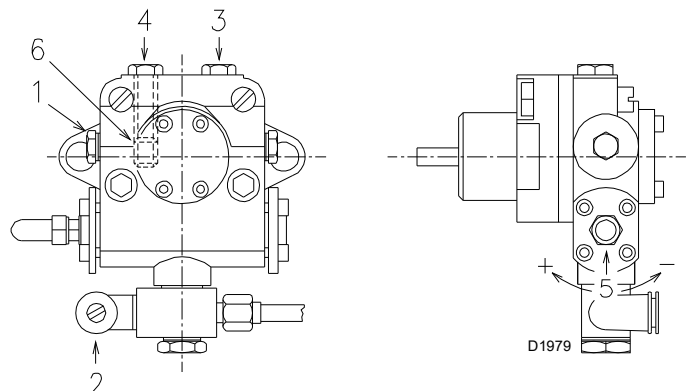

Fig. 31
Pour que la pompe puisse s'auto-amorcer, il est indispensable de desserrer la vis 3)(Fig. 31) de la pompe pour vider l'air contenu dans le tube d'aspiration.
- Sélectionner le combustible en mettant le sélecteur (Fig. 31) sur « OIL ».
- Quand le fioul ressort par la vis 3)(Fig. 31) la pompe est amorcée.